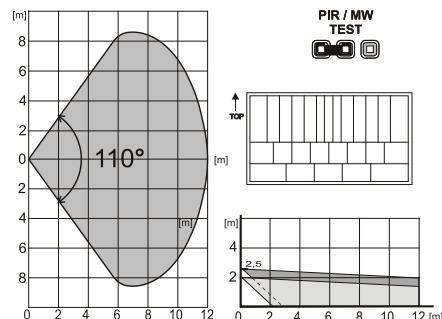

Fig. 2: Il est possible de modifier la caractéristique en utilisant une lentille alternative:
Le **détecteur PIR** est équipé d'une lentille 110° / 12 m. Couverture - voir la figure 2. Vérifier la couverture avec le cavalier (8) en position « **PIR** ». Un mouvement est signalé par la LED rouge.